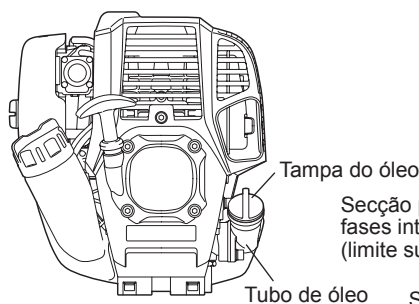
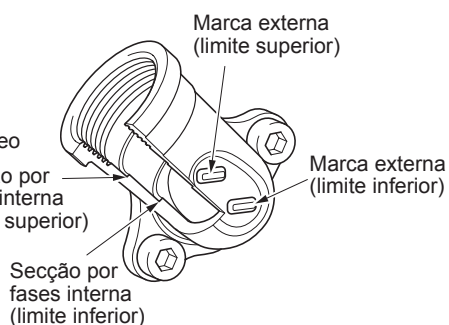

Fig. 1
Fig. 2 Tubo de óleo
- Defina o nível do motor, retire a tampa do óleo (Fig. 1) e verifique se existe ou não óleo no intervalo entre a marca de limite superior e de limite inferior do tubo de óleo (Fig. 2).